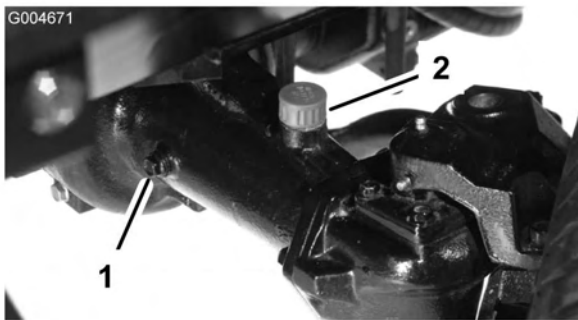

Bild 12
2. Entfernen Sie die Prüfschraube aus einem Ende der Achse (Bild 12) und stellen sicher, dass der Schmierstoff die Unterseite des Lochs erreicht. Entfernen Sie bei niedrigem Ölstand die Füllschraube (Bild 12) und füllen genug Öl ein, um den Stand bis an die Unterseite der Prüfschraubenöffnungen anzuheben.